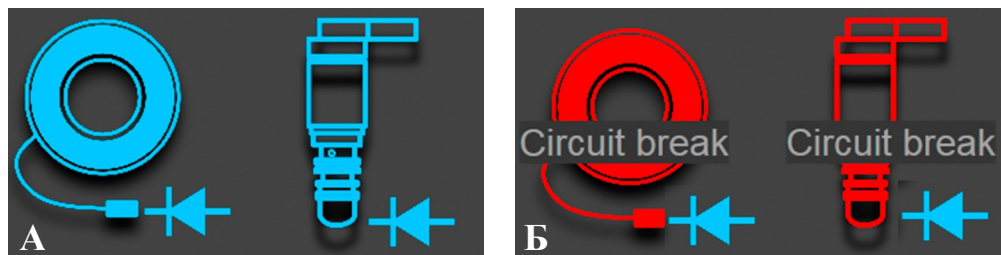

Рисунок 28. Результаты диагностики электромагнитной муфты и/или клапана:
6.1. Проверьте работоспособность электромагнитной муфты и/или клапана. Для этого нажмите на кнопку «Clutch Valve test» на экране главного меню. На экране отобразиться результат диагностики в графическом виде (рис. 28). Цвет проверяемого элемента измениться на синий, если элемент исправен, и красный – найдена неисправность. Дополнительно на экране будет отображен вид обнаруженной неисправности: короткое замыкание «Short circuit» или обрыв цепи «Circuit break». Также рядом с изображением проверяемого элемента будет отображён значок диода при его наличии.